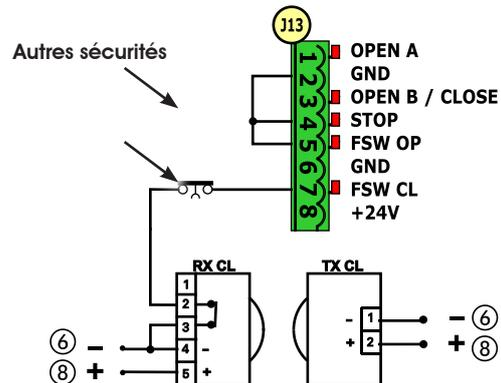

Fig. 5
En utilisant la sécurité FAIL-SAFE, brancher l'alimentation des émetteurs à l'OUT après l'avoir convenablement réglée (voir programmation de 2^{ème} niveau et Fig. 5).
En utilisant la sécurité FAIL-SAFE, les entrées de sécurité non utilisées devront également être shuntées avec le négatif d'OUT (voir Fig. 5).
L'appareillage électronique est doté d'un système de décodage (DS, SLH, LC/RC) bi-canal intégré appelé OMNIDEC. Ce système permet de mémoriser, par le biais d'un module récepteur supplémentaire (Fig. 5 réf. ①) et radiocommandes de la même fréquence, l'ouverture totale (OPEN A) ainsi que l'ouverture partielle (OPEN B) de l'automatisme.